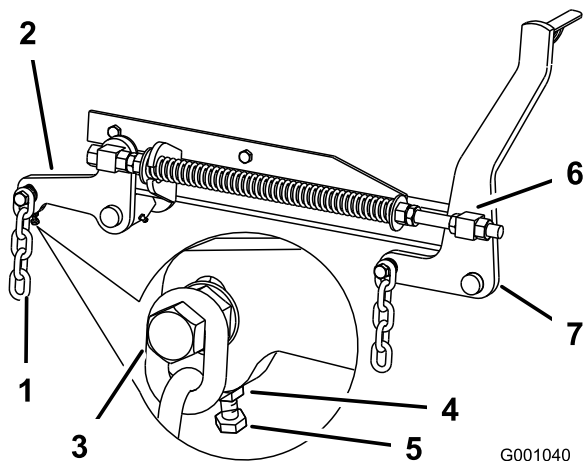

Figure 93
7. Si la distance mesurée au point **B** ou **C** n'est pas correcte, desserrez le boulon de fixation de la chaîne arrière au bras de support arrière (Figure 93).
- Desserrez l'écrou de blocage sous le bras de support arrière et agissez sur le boulon de réglage de manière à obtenir une distance de 80 à 83 mm ($3\frac{1}{8}$ à $3\frac{1}{4}$ po); voir Figure 93.
- Desserrez d'environ 13 mm ($\frac{1}{2}$ po) les écrous de blocage avant à l'avant des pivots gauche et droit (Figure 93).
- Réglez les écrous de levage sur les côtés gauche et droit de la machine de manière à abaisser l'avant de 6 à 10 mm ($\frac{1}{4}$ à $\frac{3}{8}$ po) au point **A** par rapport au point **B** à l'arrière (Figure 93).